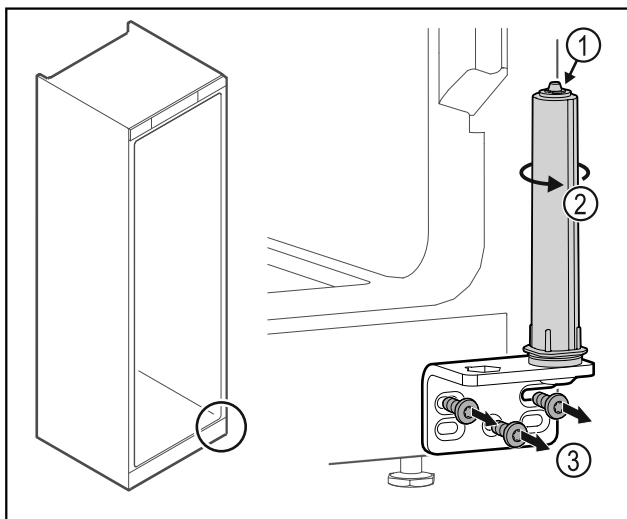

Fig. 39
- ▶ Nerozebírejte uzavírací systém dvířek Fig. 39 (1).
- ▶ Otáčejte uzavíracím systémem Fig. 39 (2), dokud nezacvakne.
- ▶ Odšroubujte úhelník závěsu Fig. 39 (3).